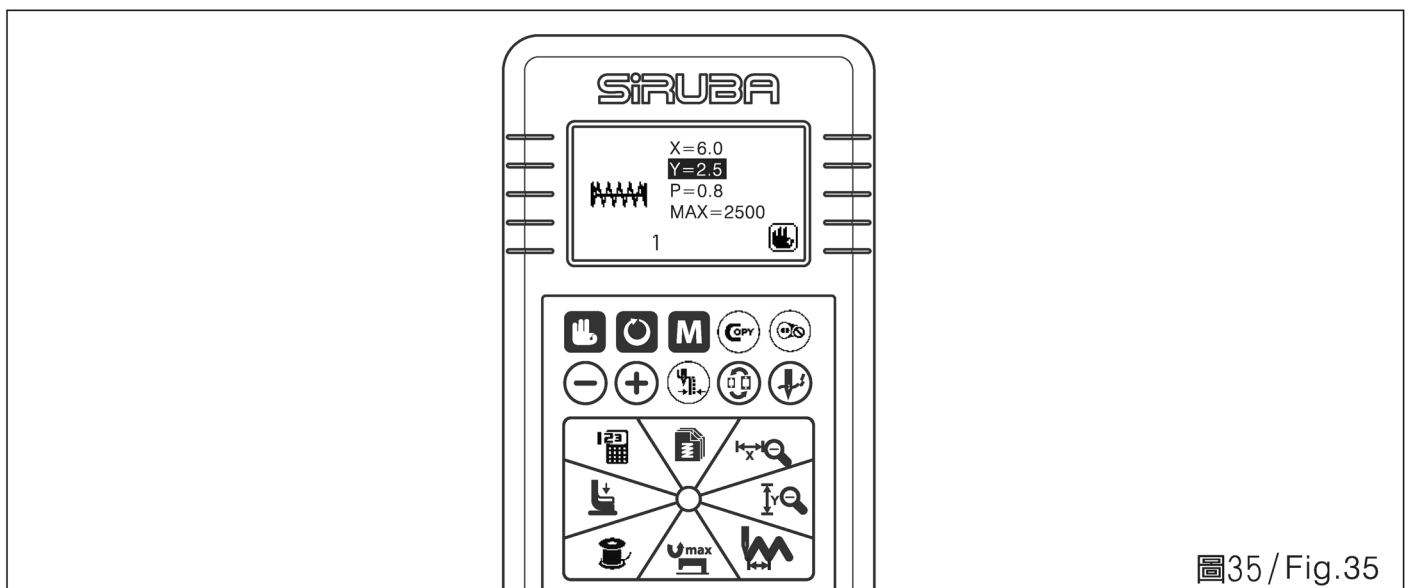

Fig.35/ Fig.35
4. Configure o limite da largura de Y (Fig. 35)